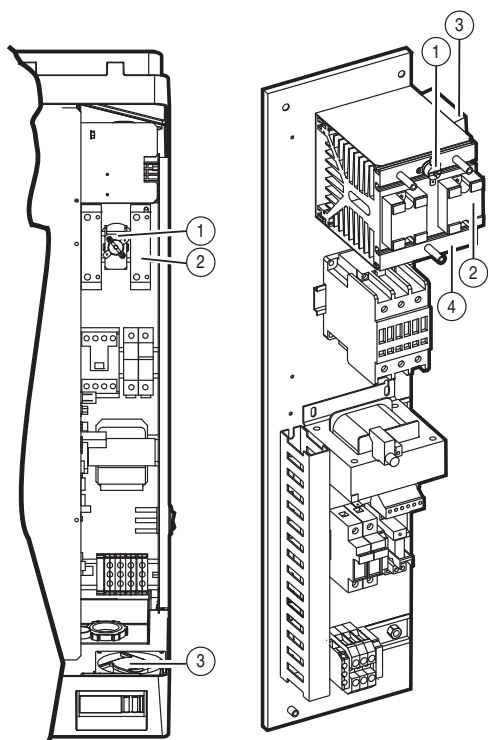

Fig. 2.f
- se sia intervenuto il termoprotettore posto sulla guida din al fianco dei relè SSR, oppure posto anteriormente al deflettore schiacciando il tasto di reset (vedi Fig. 2.f);